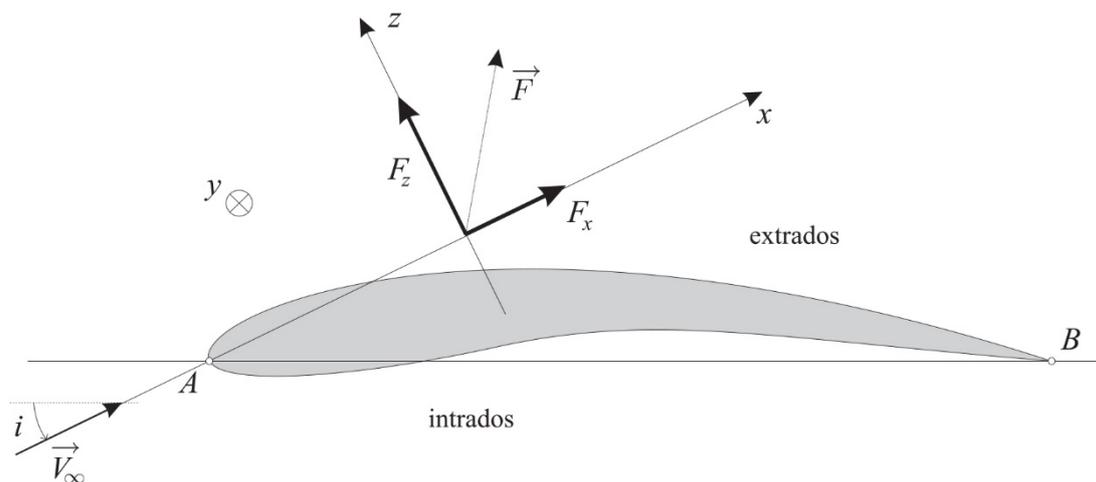

FIG. 6 – Profil d'une aile
Les données relatives aux caractéristiques aérodynamiques d'un profil d'aile d'avion sont mentionnées sur la figure 6. On suppose que ce profil est invariant dans la direction y sur toute la largeur de l'aile. Les points A et B sont les points d'arrêt, il s'agit du premier et du dernier point du profil en contact avec le fluide. La distance AB est appelée la corde de l'aile. Dans le plan de section orthogonale à la largeur de l'aile, la direction x est déterminée par la vitesse relative du fluide \vec{V}_∞ et la direction z par la normale à x orientée vers l'extrados. Sur la figure (6), la force \vec{F} est la résultante des forces appliquées à l'aile. La composante F_z de \vec{F} selon z est appelée la portance, et celle F_x selon x est appelée la traînée. On définit alors le coefficient de portance C_z et celui de traînée C_x par les relations